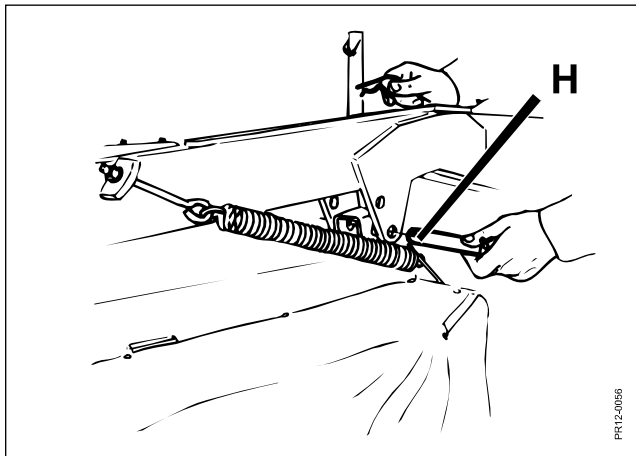

Fig. 3-3
- Fig. 3-3** Pendulophængen skal låses ved tappen **H**, for at undgå trafikskade, men også for at hindre KO-akslen i at gå i blok under transporten.